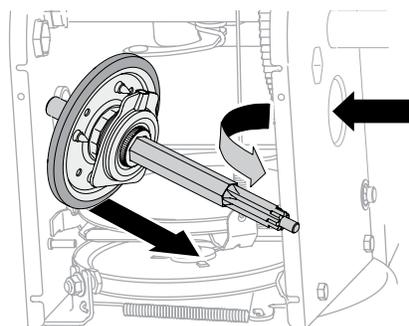

Figure 4-17
6. Inclinez l'arbre hexagonal vers le bas et vers la gauche avant de faire glisser la roue de friction hors de l'arbre. Voir Figure 4-17.